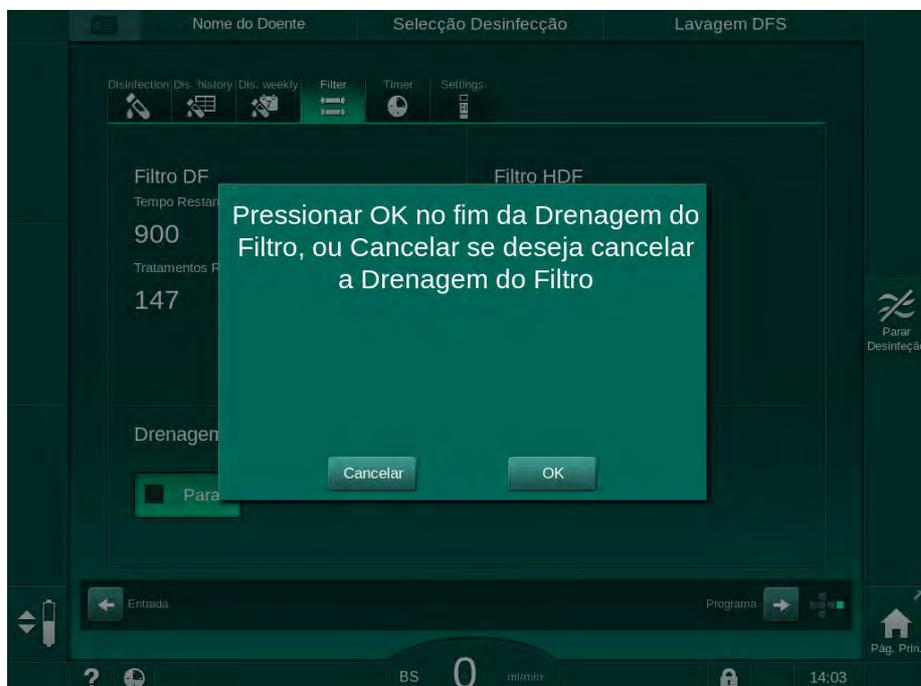

Fig. 7-3 Janela de confirmação de mudança do filtro
14. Toque em *OK* na janela de confirmação de mudança do filtro (Fig. 7-3) para confirmar que os filtros foram mudados.
16. Verifique a existência de líquido na base que possa ter saído, e limpe se necessário (consulte *Limpeza da Base com Reentrâncias e Sensor de Fugas (200)*).